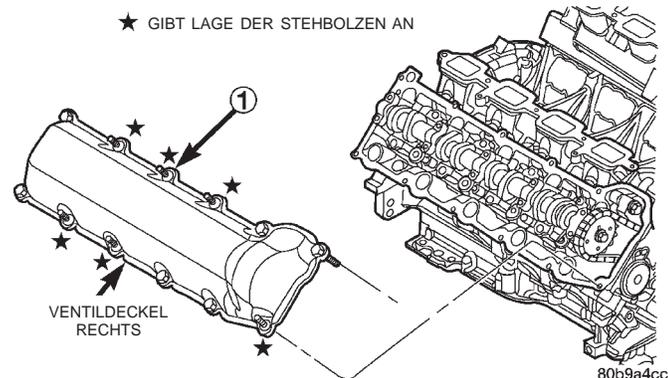

Abb. 48 Ventildeckel—rechts
(1) Ventildeckel und beide Dichtflächen reinigen. Dichtung prüfen und nach Bedarf erneuern.
(2) Ventildeckel aufsetzen und alle Befestigungsschrauben von Hand andrehen. Sicherstellen, daß sich alle Stehbolzen an den richtigen Stellen befinden, siehe (Abb. 48).